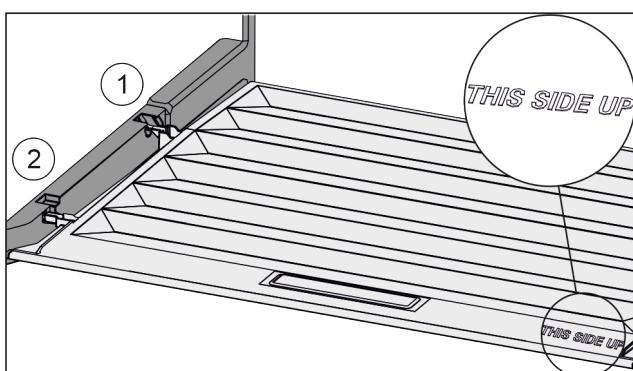

Fig. 97
- ▶ 从后部固定支架 Fig. 97 (1)开口导入桥形接片并卡入固定支架 Fig. 97 (2)的前端。